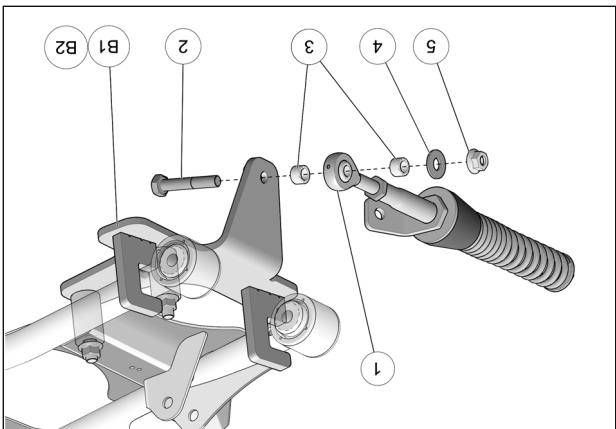

Fig. 7
8. Fixer le bras stabilisateur (1) au point d'ancrage de la plaque (B1-B2) au moyen du boulon M10x60mm (2), des espacateurs cylindriques (3), de la rondelle (4) et de l'écrou (5). Serrer à un couple de 70 N•m [52 lb•pi]. Voir la Fig. 7